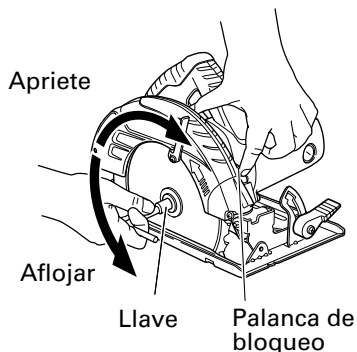
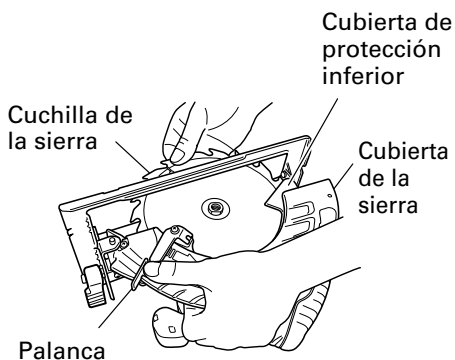

Fig. 16
Fig. 17
- (1) Ajuste el volumen de corte al máximo, y coloque la sierra circular como se muestra en la Fig.16.
- (2) Presione la palanca de bloqueo, bloquee el husillo, y quite el perno de brida hexagonal y la arandela (B) con la llave.
- (3) Mientras sujeta la palanca para mantener la cubierta de protección inferior completamente retractada dentro de la cubierta de la cuchilla, retire la cuchilla de la sierra. (Fig.17)